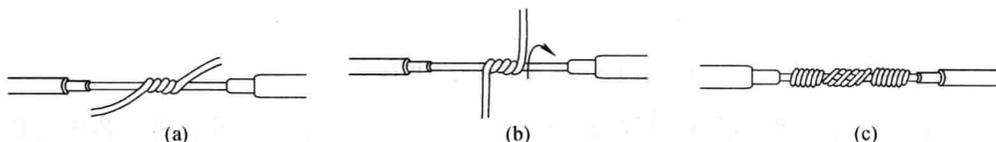

图 1-4 单股芯线的直接连接
单股芯线直接连接的方法步骤如图 1-4 所示。
- (1) 将两根导线线芯以 X 形拧绞在一起,如图 1-4(a)所示。
- (2) 让两线头相互绞绕 2~3 圈后扳直,如图 1-4(b)所示。
- (3) 将两线端分别贴紧芯线绕 7~8 圈后,再用钢丝钳剪去多余的芯线,并剪平多余芯线末端,如图 1-4(c)所示。